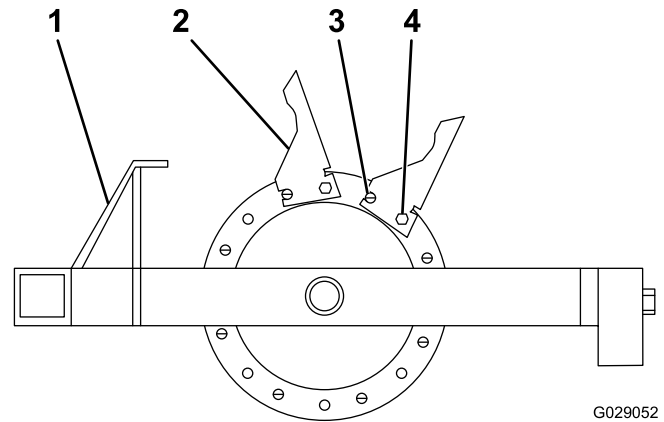

Figura 20
1. Empiece en la rueda exterior e instale los taladros como se muestra en Figura 20.
2. Instale los 8 taladros sobre la pieza de fundición, usando un pasador cilíndrico y un perno (1/2" x 1 3/4"), con el pasador cilíndrico en la posición delantera (Figura 20).